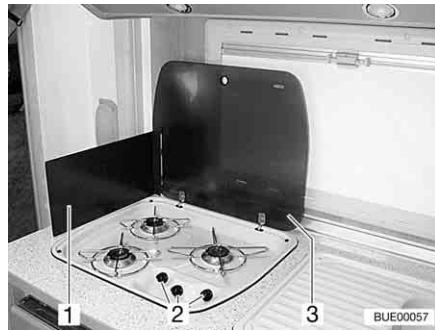

Fig. 199 Fornello a gas
- Aprire la copertura del fornello a gas (Fig. 199,3).
- A seconda del modello, ribaltare o posizionare la lastra proteggifiamma (Fig. 199,1).
- Ruotare il pomello girevole (Fig. 199,2) dell'impianti a fiamma libera desiderato in posizione accesa (fiamma alta).